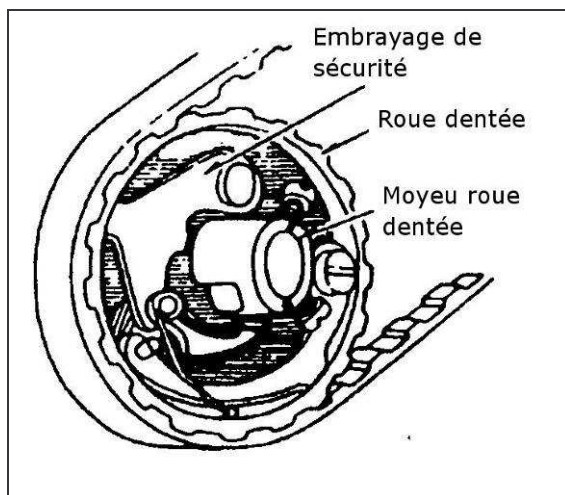

Figure 15
15. Dispositif d'embrayage de sécurité (Fig.15, 16, 17, 18) :